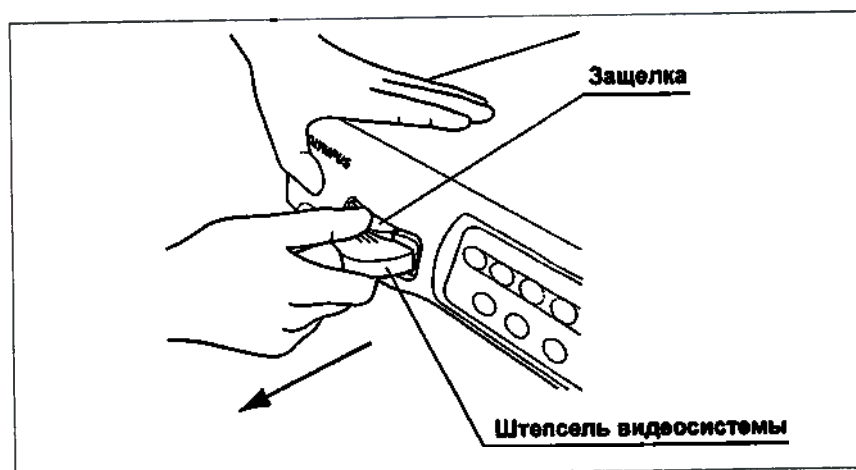

Рисунок 7.6
- Перед подсоединением штепселя видеосистемы к видеоинформационному центру или отсоединением от него отключите последний (OFF). Включайте (ON) видеоинформационный центр ТОЛЬКО после подсоединения штепселя видеосистемы. Невыполнение этого условия может привести к поломке оборудования, включая разрушение ПЗС-матрицы.
3. Отсоедините штепсель видеосистемы от видеоинформационного центра, нажав на защелку на корпусе видеоинформационного центра (см. рис. 7.6).